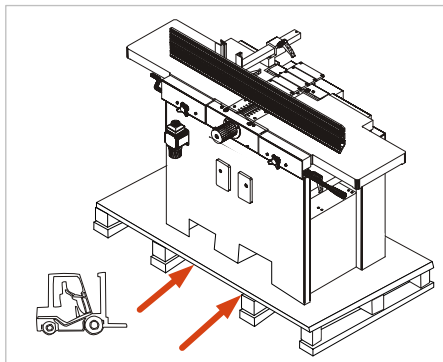

Abbildung 7: Abladen mit Stapler
- Mit den Gabeln des Gabelstaplers mittig zwischen die Palettenhölzer fahren und die Gabel hierbei so zuführen, wie es in der ⇒ Abbildung 7 veranschaulicht ist.